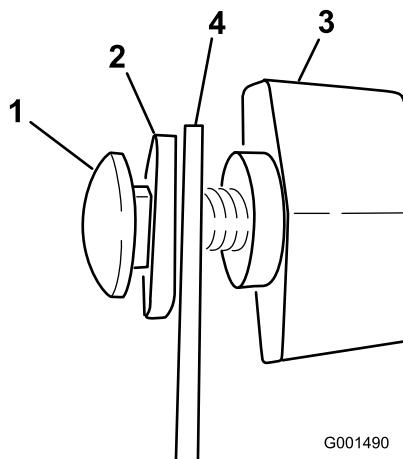
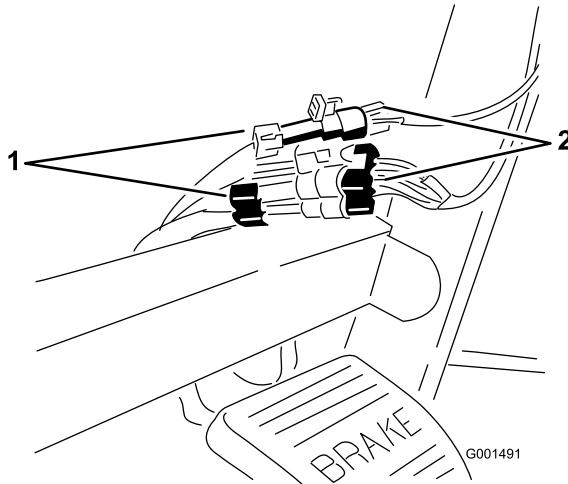

**Figura 5**
**Figura 6**
- Instale el soporte del monitor en el salpicadero (Figura 5) usando 2 pernos con arandela prensada (1/4 x 3/4 pulgada) y 2 tuercas con arandela prensada (1/4 pulgada).
- Instale sin apretar los 2 pernos de cuello cuadrado, arandelas de goma y pomos en el soporte de la manera indicada en las Figuras Figura 5 y Figura 6.
- Instale el monitor Spray Pro sobre las cabezas de los pernos de cuello cuadrado (Figura 5) y apriete los pomos para fijarlo.